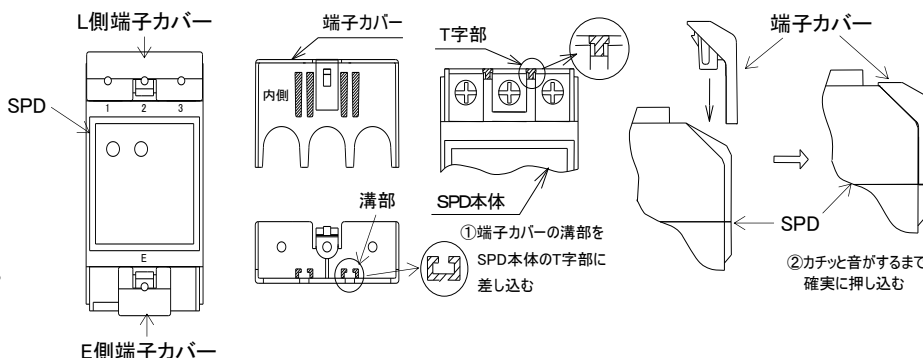

図3. 端子カバー取り付け方法
(1) 配線完了後、図3に示す様に付属の端子カバー(L側、E側)を取り付けてください。取り付けは、容易に外れないように確実に行ってください。L側にはL側端子カバーを、E側にはE側端子カバーを取り付けてください。取り付け方法はL側、E側共に同じです。